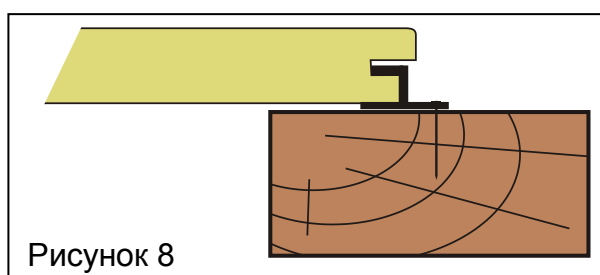

Рисунок 8
За тем, на центр панели следует нанести точки клея с промежутками в 20 см. После того, как панель зафиксирована на решетине, скобы на решетинах следует закрепить гвоздями (см. Рисунок 8). Для установки следующей панели следует просунуть облицовочные скобы ② под край панели над уже закрепленными скобами ①.